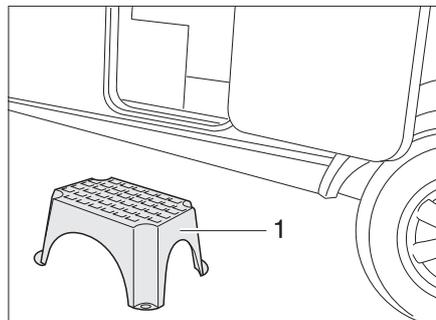

Bild 17 Eintrittsstufe (frei stehend)
- Die Eintrittsstufe (Bild 17,1) vor den Eingang des Caravans stellen.